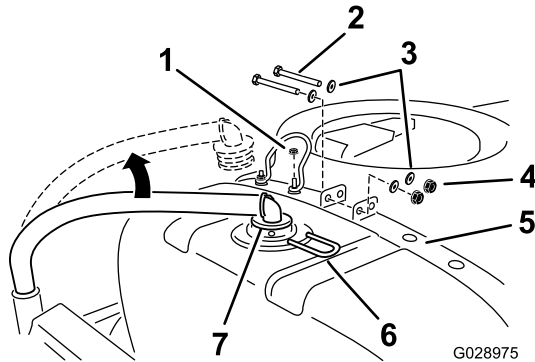

Bild 7
4. Schließen Sie den Zulaufschlauch hinten und oben am Hauptbehälter ab (Bild 7).
5. Entfernen Sie die Haltegabel, mit der das Anschlussstück gesichert ist, und nehmen Sie dann den Schlauch ab (Bild 7).
7. Entfernen Sie die Sicherungsmutter innen, mit der der Anschlag des Behälterdeckels am Riemen hinten links befestigt ist (Bild 7).